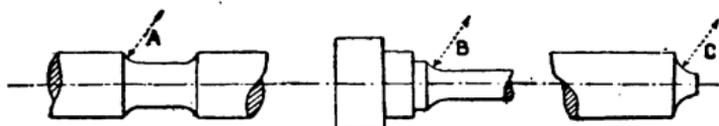

Fig. 157.
**Congé.** — Raccord en quart de cercle (fig. 157) ménagé à chaque extrémité d'un tourillon A pour lui assurer plus de résistance. Adopté aussi pour raccorder les dimensions variables d'une pièce quelconque.